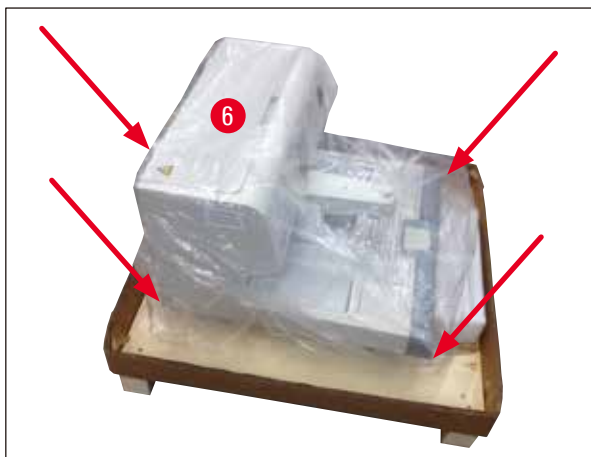

Fig. 5
5. Asegúrese de que al retirar el instrumento (→ Fig. 5-6) del palé haya dos personas para levantar las cuatro esquinas inferiores de la base de soporte (→ Fig. 5).